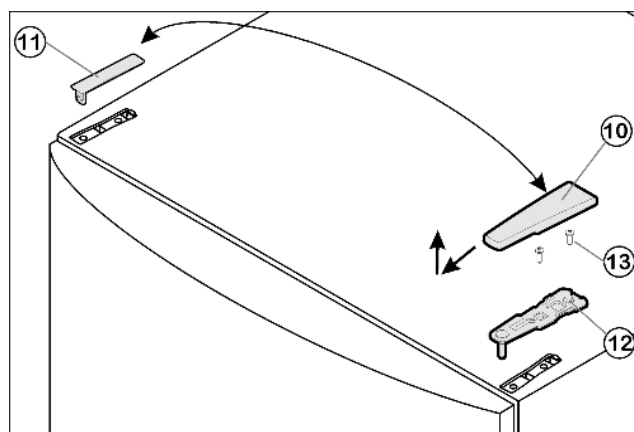

Fig. 4
- Tirer le cache Fig. 4 (10) vers l'avant et l'enlever par le haut.
- Retirer le cache Fig. 4 (11).
- Dévisser la charnière supérieure Fig. 4 (12) (2 x vis Torx 25) Fig. 4 (13) et l'enlever par le haut.
- ▶ Placer le support d'appui supérieur Fig. 4 (12) sur le nouveau côté charnière dans la porte.
- ▶ Visser le support d'appui supérieur Fig. 4 (12) avec un couple de serrage de **4 Nm** (2 Torx 25) Fig. 4 (13). Pointer les trous de vissage ou utiliser une visseuse sans fil.
- ▶ Faire encliqueter le cache Fig. 4 (10) et le cache Fig. 4 (11) du côté opposé.